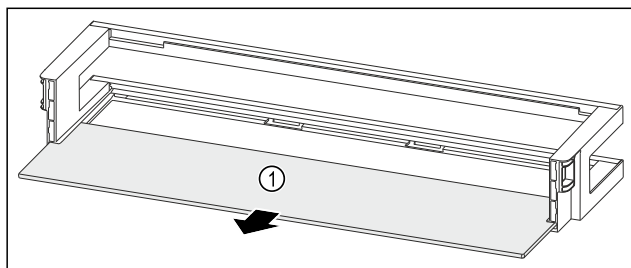

Fig. 130 Balconnet de contre-porte avec tablette de rangement
- ▶ Retirer la tablette de rangement Fig. 130 (1).